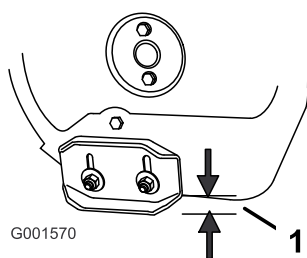

Figura 24
2. Afloje las tuercas que sujetan los patines a los lados del sinfín hasta que los patines se deslicen fácilmente hacia arriba y hacia abajo (Figura 24).